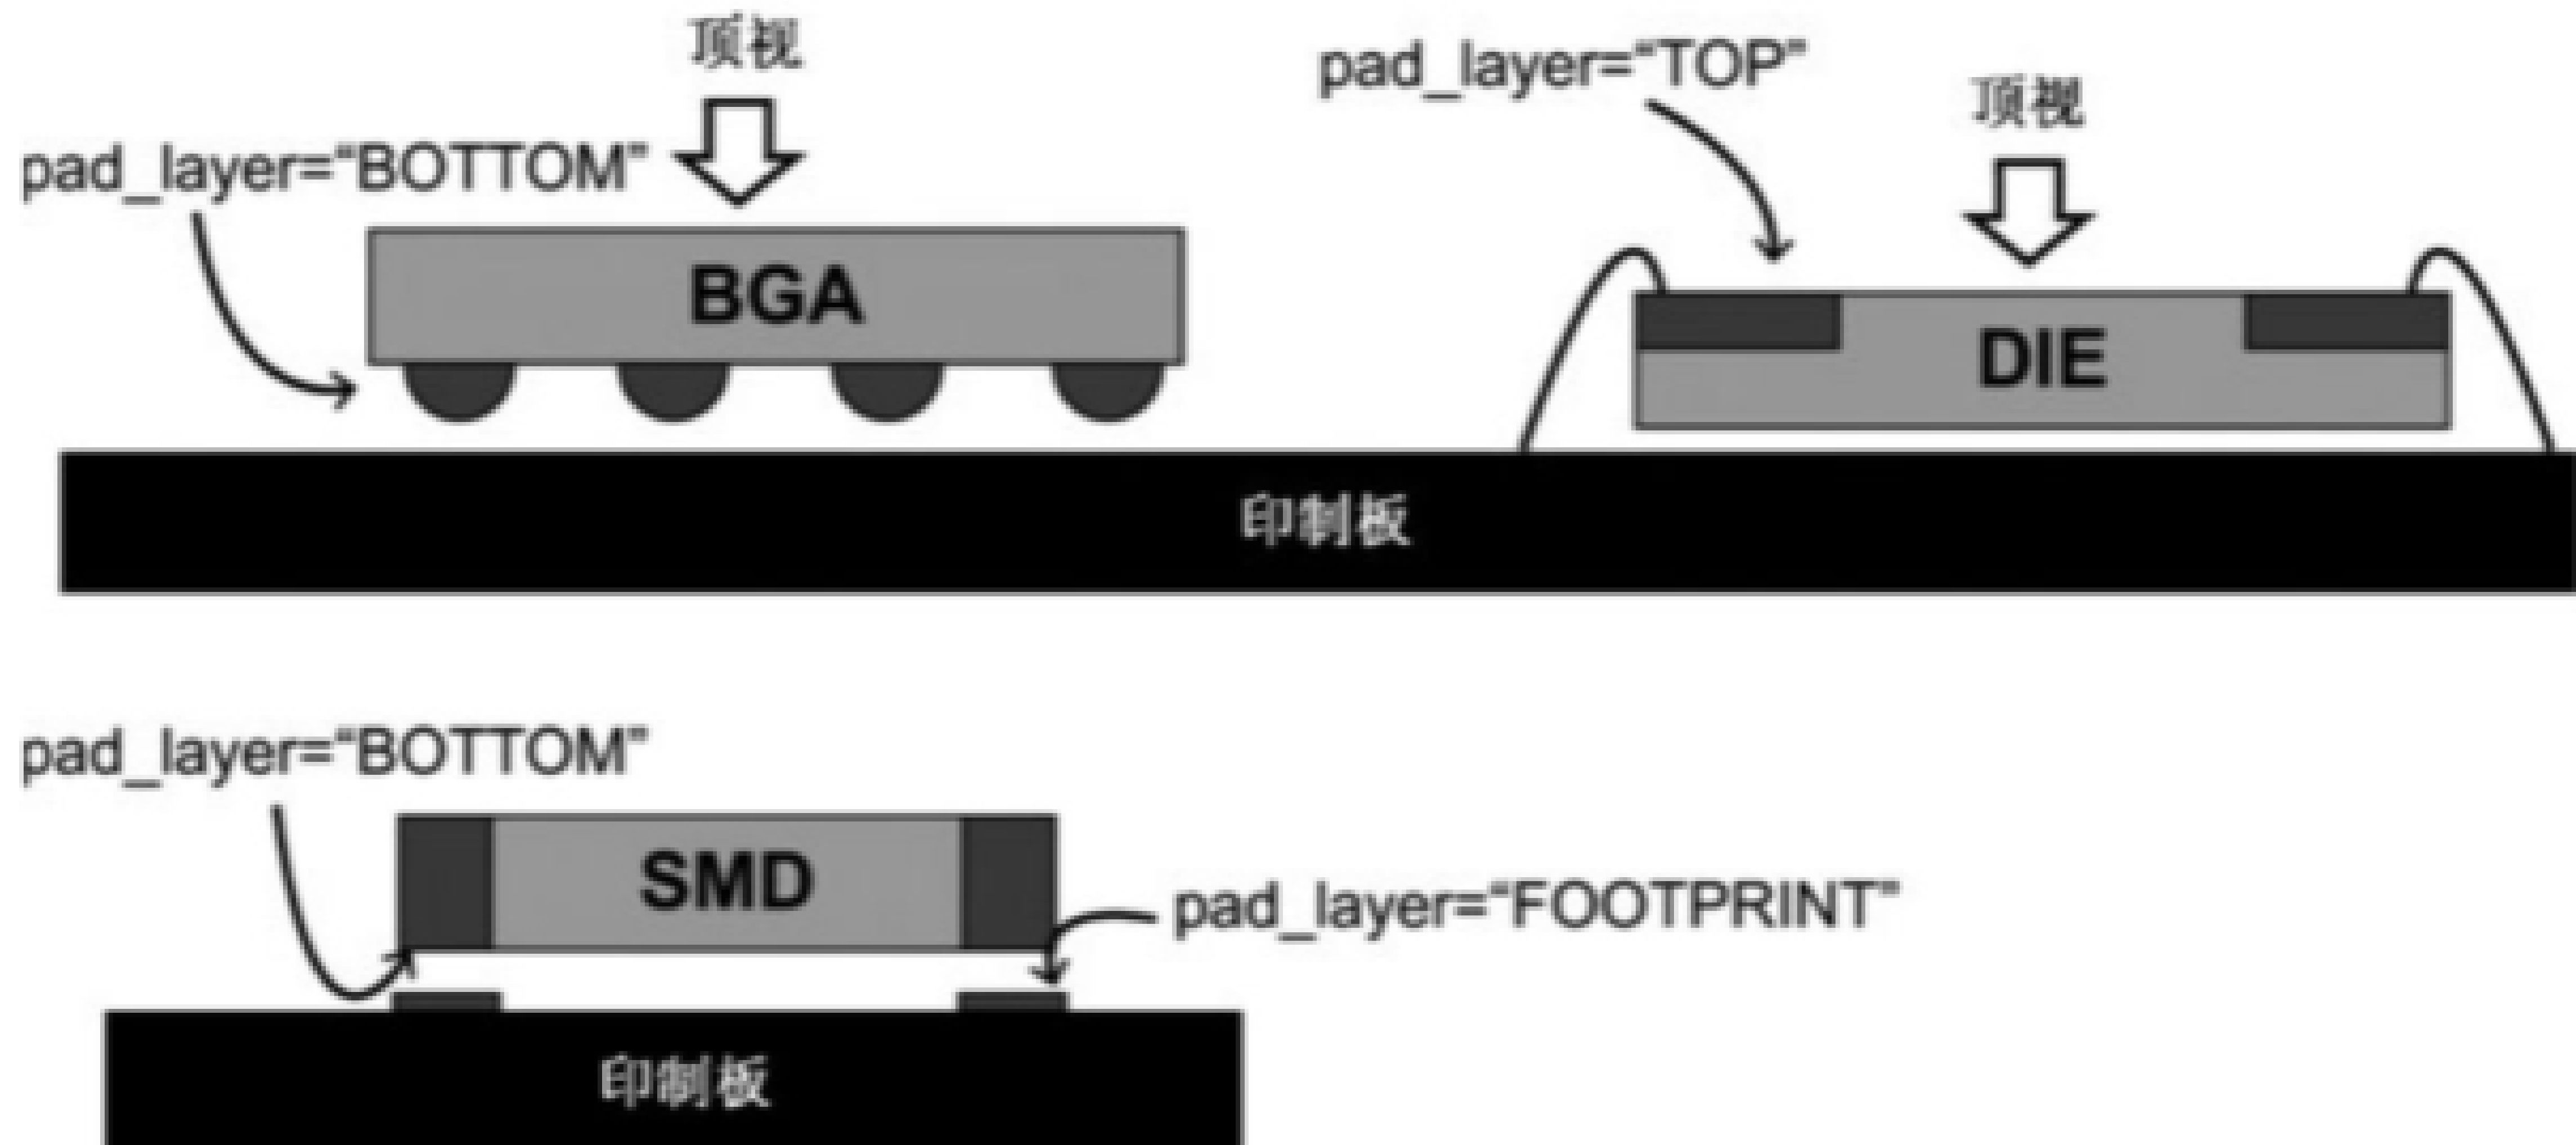

图 17 <pad\_layer>示意图
- f) pad\_layer:此属性指定形状的放置侧,如图 17 所示,pad\_layer 属性被 C 格式独占使用,参数应为如下值之一: